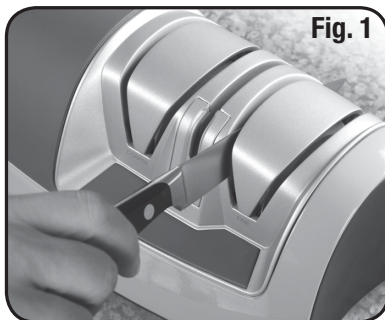

Fig. 1
4. Sostenga el cuchillo firmemente por el mango (como cuando lo usa para cortar) y coloque la base del borde sobre la ranura seleccionada. Introduzca la hoja en la porción superior de la ranura de afilado y gire el mango del cuchillo hacia abajo (subiendo levemente la punta del cuchillo) hasta que la base de la hoja entre en contacto con la rueda de afilado (Fig. 1). Tan pronto entre en contacto y escuche el peculiar sonido del afilado, tire del cuchillo a una velocidad constante a través de la ranura de afilado aplicando una presión leve hacia abajo. Para afilar todo el borde hasta la punta, levante el mango del cuchillo levemente a medida que la porción curva de la hoja pasa por las guías para cuchillos.